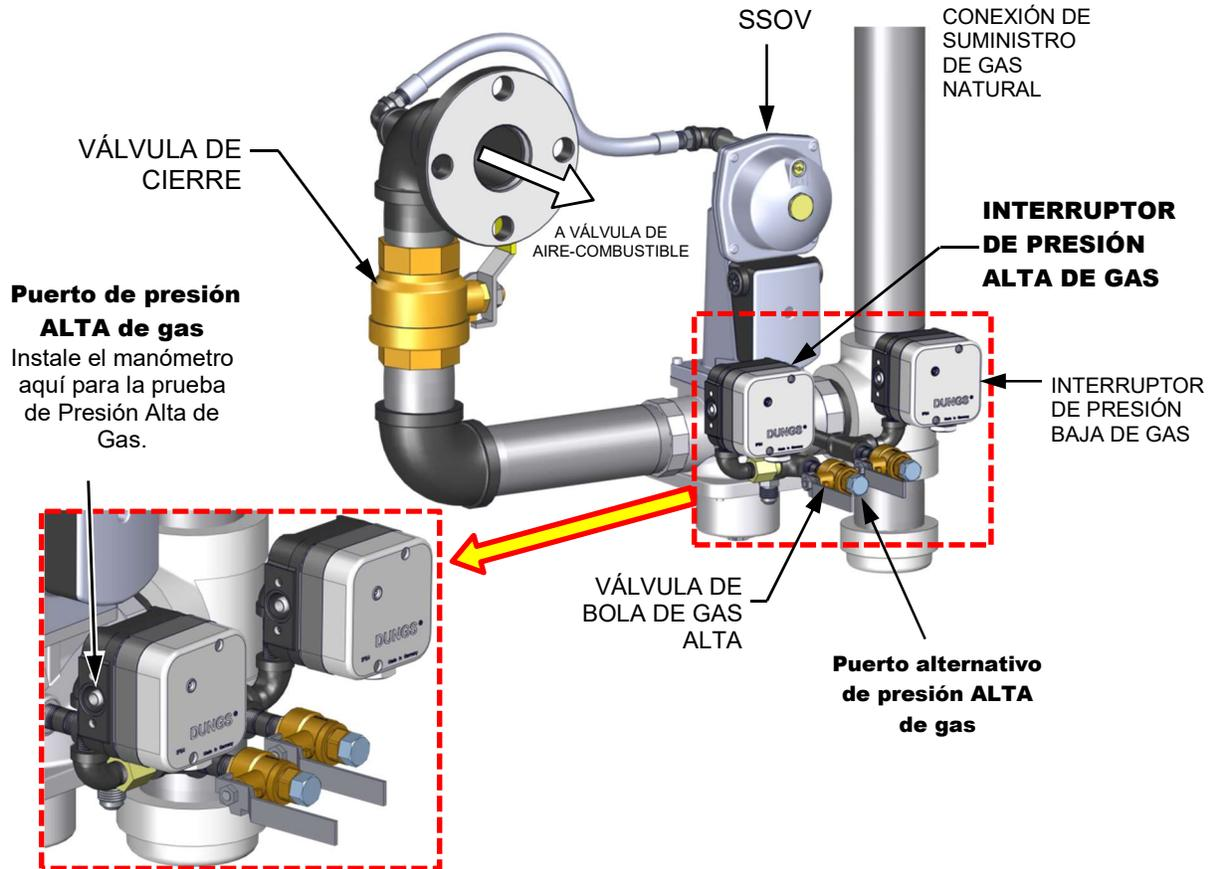

Figura 5-4: Componentes de prueba de presión ALTA de gas de BMK 3000
Para simular una falla de presión alta de gas, consulte la Figura 5-4 y siga los siguientes pasos:
1. Localice el puerto en la parte lateral del interruptor de Presión Alta de Gas (ver la Figura 5-4 que se encuentra a continuación) y dé algunas vueltas al tornillo en el puerto para abrirlo. No retire completamente el tornillo. Como alternativa, puede retirar el tapón de 1/4 pulgadas que se muestra en la Figura 5-4 que aparece antes, e instalar un conector de manguera en su lugar.
10. Presione el botón **RESET** en el interruptor de Presión Alta de Gas (ver Figura 5-4, que aparece a continuación).